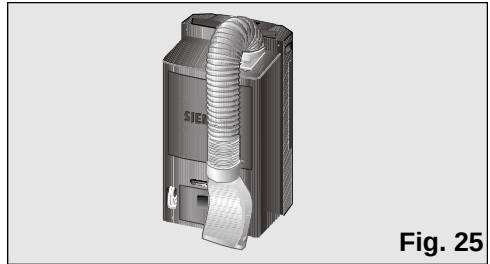

Fig. 25
- ❑ Pour cela, pliez le tube vers l'arrière de l'appareil et attachez-le grâce au crochet diffuseur, **Fig. 25 et 26**.